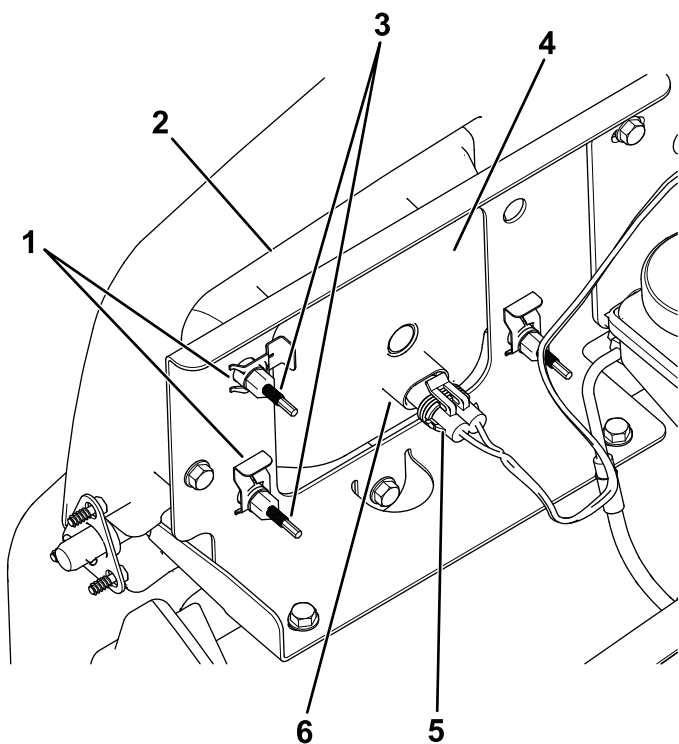

Figure 48
3. Débranchez le connecteur électrique sur le faisceau du connecteur du phare (Figure 48).
- Retirez les clips rapides qui fixent le phare sur son support (Figure 48).
- Déposez le phare en le poussant vers l'avant et hors de l'ouverture dans le pare-chocs avant (Figure 48).
- Insérez le phare de rechange dans l'ouverture du pare-chocs (Figure 48).
- Branchez le connecteur électrique du faisceau sur le connecteur du phare (Figure 48).
- Au dos du phare, tournez les vis de réglage (Figure 48) afin de faire pivoter le phare et d'aligner la position du faisceau projeté.